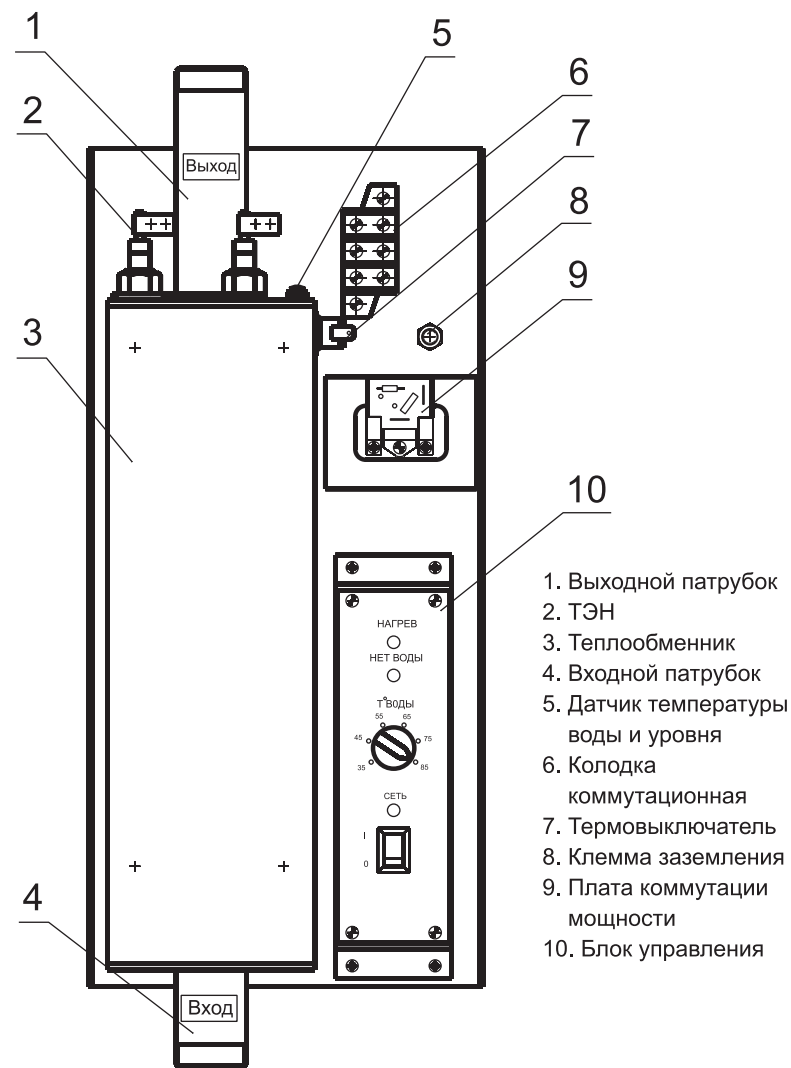

Рис. 1. РусНИТ-203, 204.
5.1. Отопитель состоит из следующих основных частей: теплообменника (бака), элементов коммутации и блока управления (рис. 1).
Блок управления служит для анализа и обработки данных с датчиков отопителя и управления процессом нагрева теплоносителя при различных режимах работы электродкотла. На лицевой панели блока управления (рис. 1.) расположены следующие органы управления и индикации: